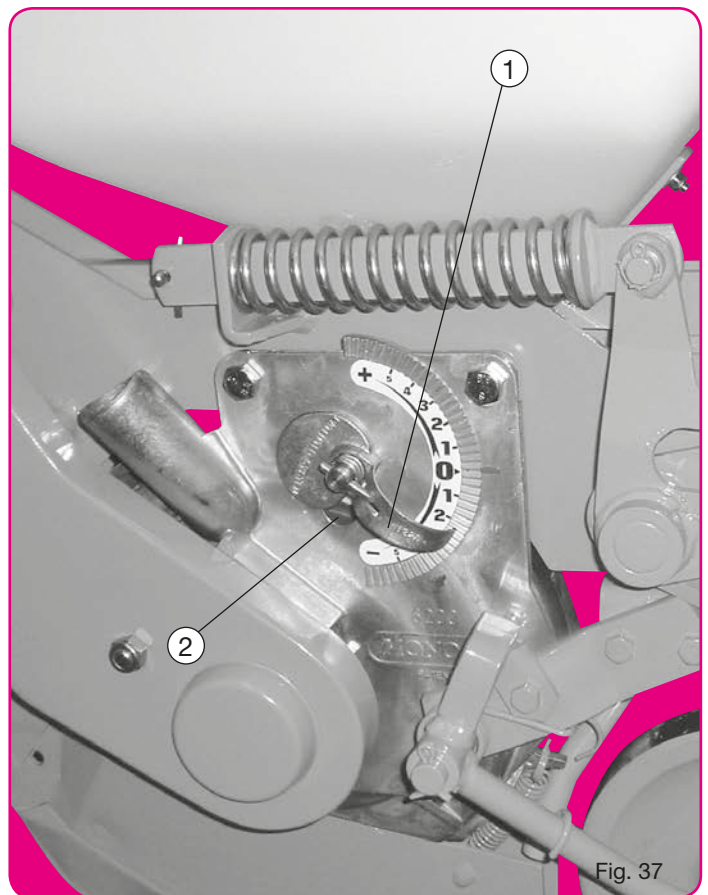

Fig. 37
L'index (1) descendu vers le - (fig. 37) rapproche la plaque des trous, réduit l'aspiration (en ouvrant la prise d'air (2)) ce qui provoque une tendance aux manques. Une fenêtre de contrôle sur le couvercle permet de s'assurer des résultats.
Wenn der Wahlhebel (1) auf - (Abb. 37) gestellt wird, verkleinert der Abstreifer die Löcher in der Säscheibe. Gleichzeitig wird die Saugleistung (das Lüftungsloch wird geöffnet) verringert (2). Bei dieser Einstellung können Fehlbelegungen vorkommen.
When the indicator (1) is positioned to - (fig. 37), it lowers the scraper over the holes, reducing the degree of suction (opening the size of the hole (2)). This may cause skipping.